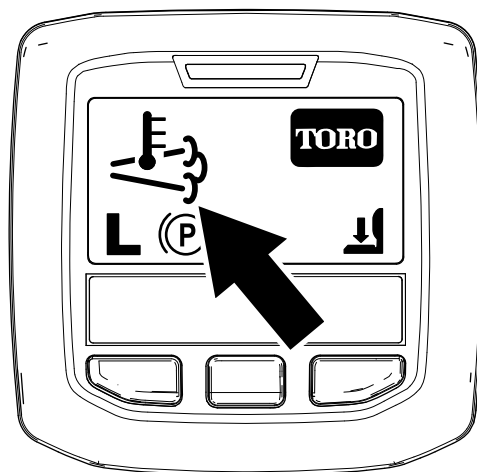

図 58
- インフォセンターには、 排気高温アイコンが表示されます 図 58。